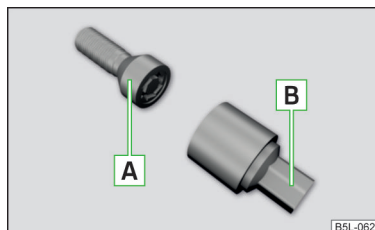

Fig. 166
Șuruburile de roată antifurt protejează roțile față de un furt. Acestea pot fi **slăbite/strânse** numai cu adaptorul **B** » **fig. 166**.
➤ Introduceți adaptorul **B** » **fig. 166** în șurubul de roată antifurt **A**, până la capăt.
- Introduceți cheia de roți pe șurub până la capăt. Utilizați pentru șuruburile de roată antifurt adaptorul corespunzător » fig. 166 la pagina 146.